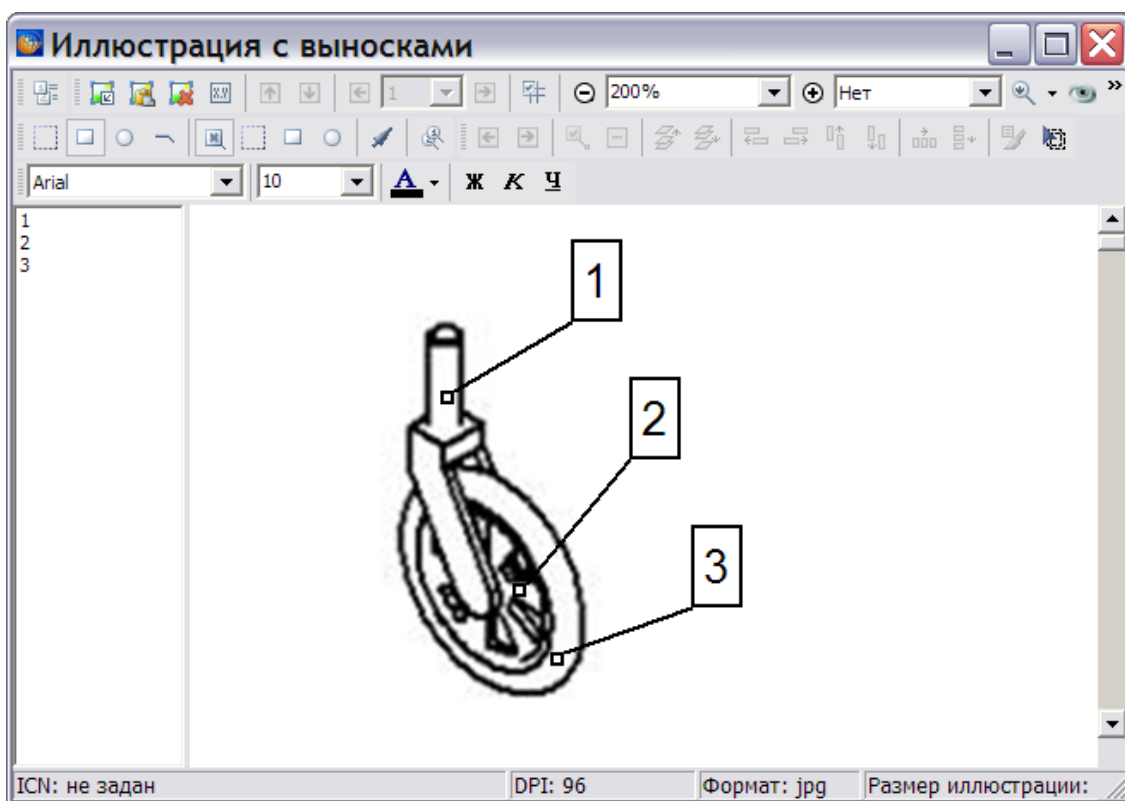

Рис. 5.120
5. Линия выноски станет выглядеть в 2 раза толще, чем при базовом масштабе 100 (Рис. 5.120). Её толщина вычисляется по формуле: